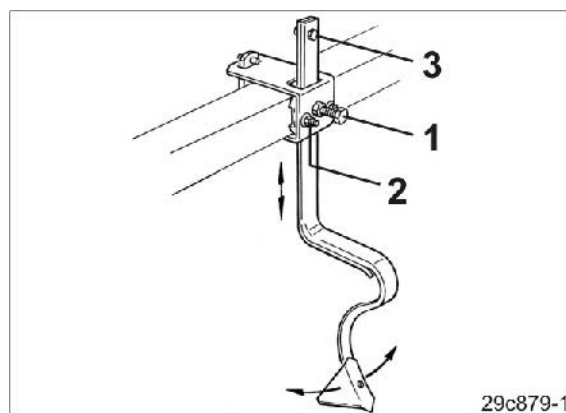

Рис. 165
1. Ослабьте контргайку и винт с шестигранной головкой (Рис. 165/1).
3. Ослабьте две гайки (Рис. 165/2) и поверните следорыхлитель трактора.
Стопорный винт (Рис. 165/3) предотвращает потерю следорыхлителя в случае отвинчивания крепежного болта.